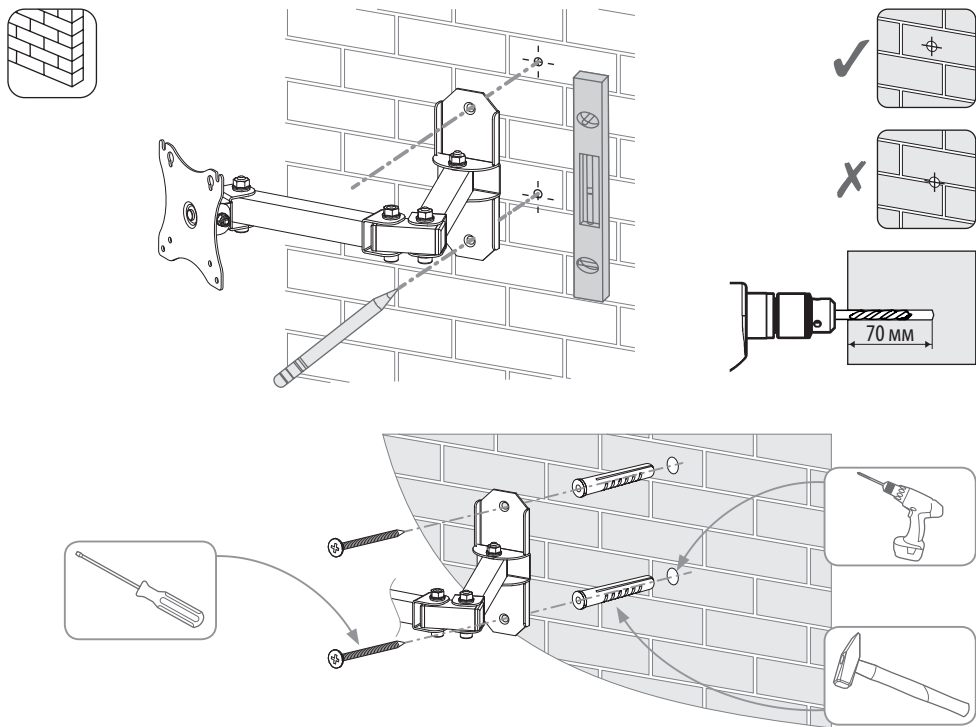

Рисунок 1. Установка кронштейна на стену
- 4.2. С помощью уровня и линейки (рулетки) разметьте места сверления (см. рис.1).
- 4.5. Установите кронштейн на стену (см. рис.1).